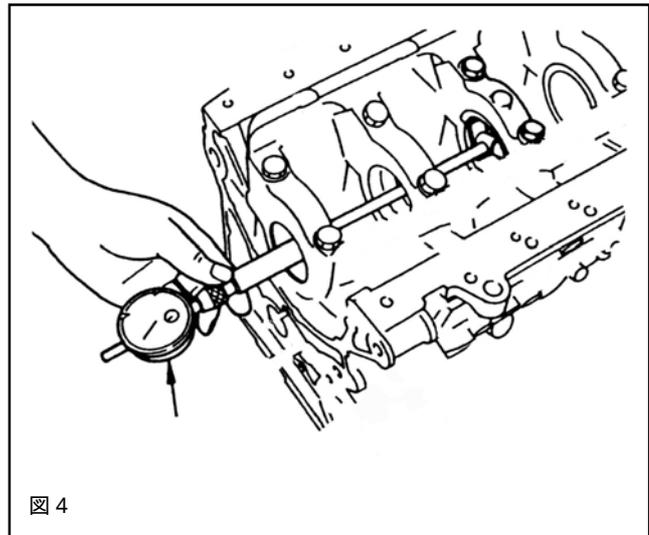

図4
- 3.4 ボアゲージを用いてクランクメタルハウジング内径を測定します。（図4）